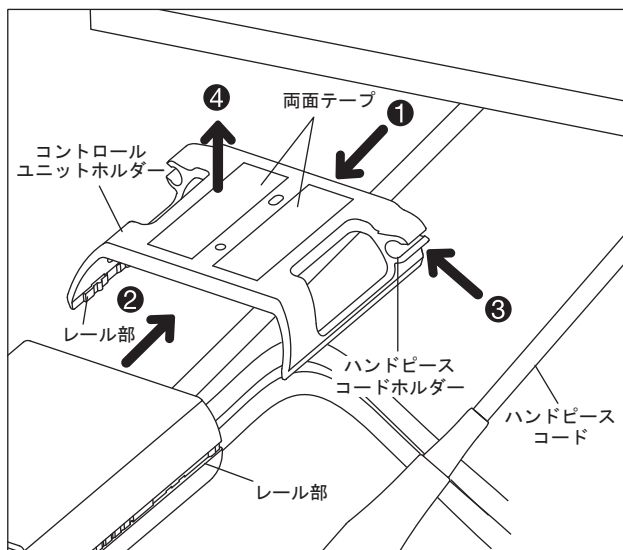

図 4
3-5 コントロールユニットホルダーの取り付け (図 4)
- 1) 両面テープをコントロールユニットホルダーの平らな面 (図 4 参照) に貼り付けます。(①)
- 2) コントロールユニットとコントロールユニットホルダーのレール部を合わせ、スライドさせるように取り付けます。(②)
- 3) ハンドピースコードをハンドピースコードホルダーに押し込みます。(③)
- 4) 両面テープのカバーをはがし、接着面をテーブルまたはトレーの下等に貼り付けます。(④)